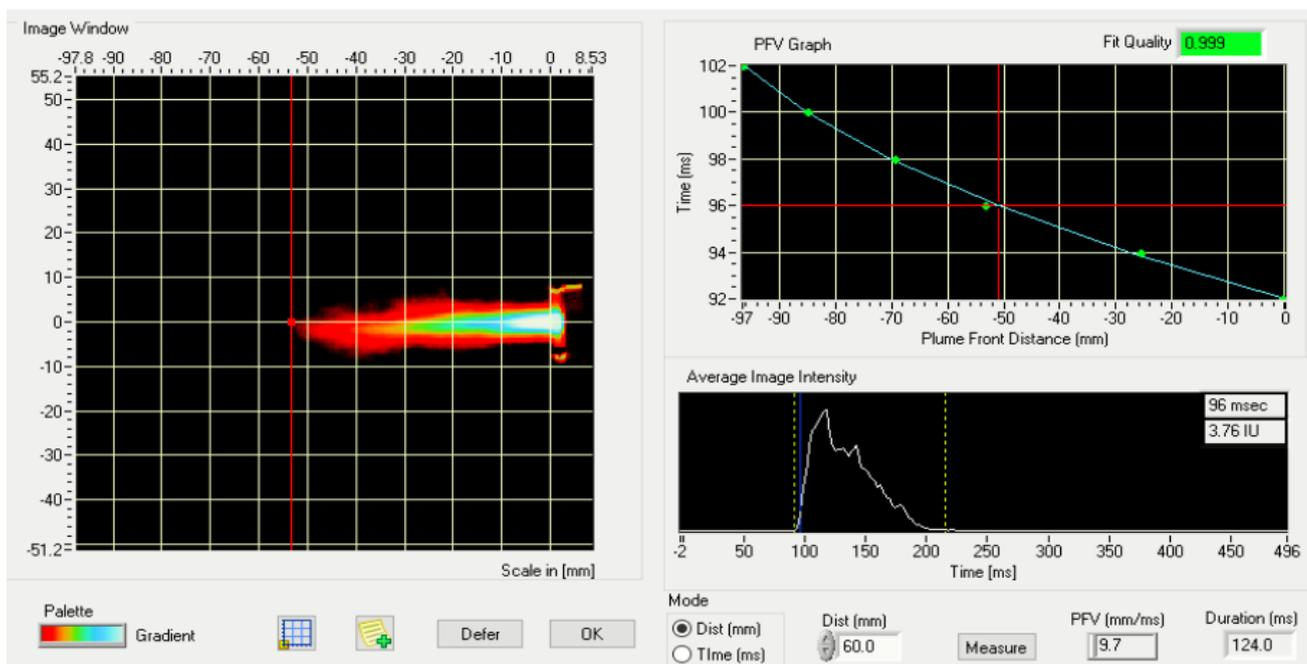

Figura 114: Visualização de medição pendente para medições de PFV e duração de pulverização mostrando uma origem posicionada corretamente.
c) As ferramentas habilitadas após reposicionar a origem das imagens, podem ser visualizadas na Figura 114.